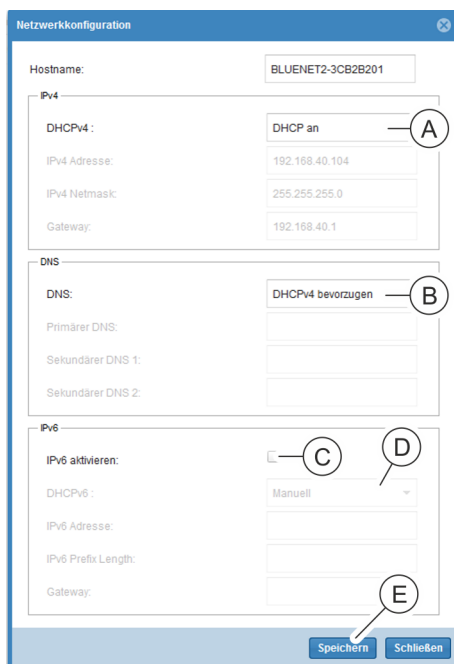

Abb. 151: Fenster "Netzwerkconfiguration"
3. ➤ Im Fenster "Netzwerkconfiguration" im Auswahlménü „DHCPv4“ (Abb. 151/Ⓐ) den Parameter "DHCP an" auswählen.
4. ➤ Im Fenster "Netzwerkconfiguration" im Auswahlménü „DNS“ (Abb. 151/Ⓑ) den Parameter "DHCPv4 bevorzugen" oder "DHCPv6 bevorzugen" auswählen.
5. ➤ Im Fenster "Netzwerkconfiguration" bei Bedarf die Checkbox „IPv6 aktivieren“ (Abb. 151/Ⓒ) anklicken.
6. ➤ Wenn die Checkbox aktiviert ist, im Auswahlménü „DHCPv6“ (Abb. 151/Ⓓ) den Parameter "DHCP an" auswählen.
7. ➤ Eingabe über die Schaltfläche „Speichern“ (Abb. 151/Ⓔ) bestätigen.